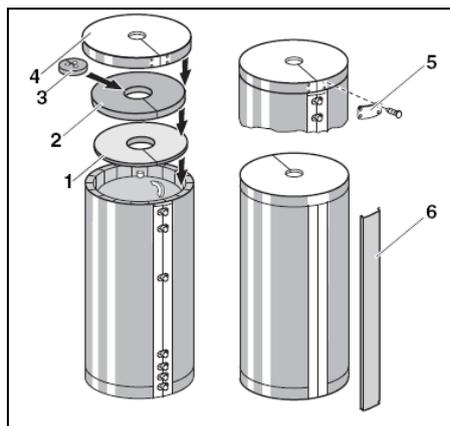

Рис. 13 Монтаж теплоизоляции (принципиальная схема)
- Прижмите накладную бленду (Рис. 13, Поз. 6) на фронтальной стороне поверх замыкающей планки теплоизоляционного мата.
- Верхние теплоизоляционные прокладки (Рис. 13, Поз. 1 и 2) уложите так, чтобы теплоизоляционная прокладка большей толщины (Рис. 13, Поз. 2) смыкалась с теплоизоляционным матом.
- Установите вкладыш с вырезами для подключения бойлера (Рис. 13, Поз. 3).
- Наденьте крышку бойлера (Рис. 13, Поз. 4) поверх теплоизоляционной прокладки и края теплоизоляционного мата.
- Закройте шлиц на краю крышки язычком и четырьмя крепёжными штифтами (Рис. 13, Поз. 5).